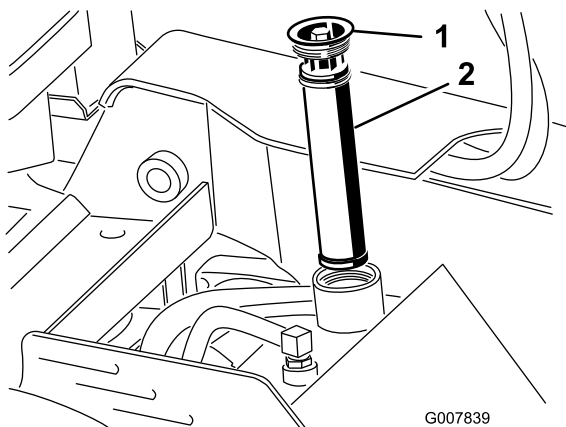

Figure 58
4. Déposez l'ancien filtre et mettez-le au rebut (Figure 58).
5. Mettez en place le filtre hydraulique de rechange et le bouchon de remplissage (Figure 58), et serrez le boulon sur le dessus à un couple de 13 à 15,5 N·m (110 à 140 po-lb).
5. Enlevez le bouchon de remplissage du réservoir de liquide hydraulique ainsi que le filtre (Figure 58).
10. Mettez en place le filtre hydraulique et le bouchon de remplissage (Figure 58), et serrez le boulon sur le dessus à un couple de 13 à 15,5 N·m (110 à 140 po-lb).